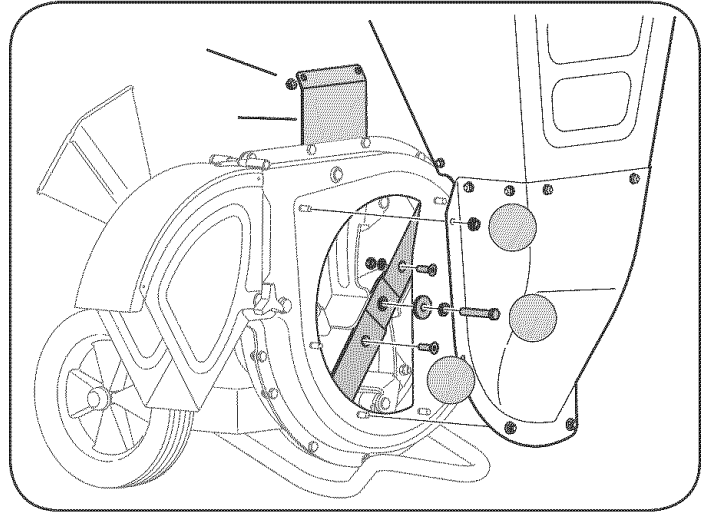

Figura 10
2. Saque las dos tuercas con reborde (y los pernos hexagonales) que sujetan la ménsula de soporte de la tolva a la caja del motor. Guarde los elementos de ferretería. Vea la Figura 10.